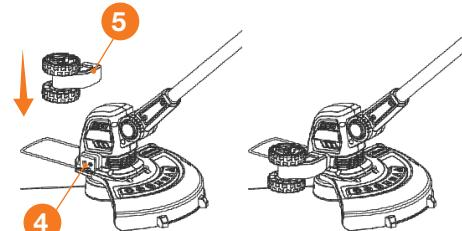

Рис. 4
- Установите дистанционные колеса ⑤ на изделии вставив их в крепление ④ на корпусе (Рис. 4).